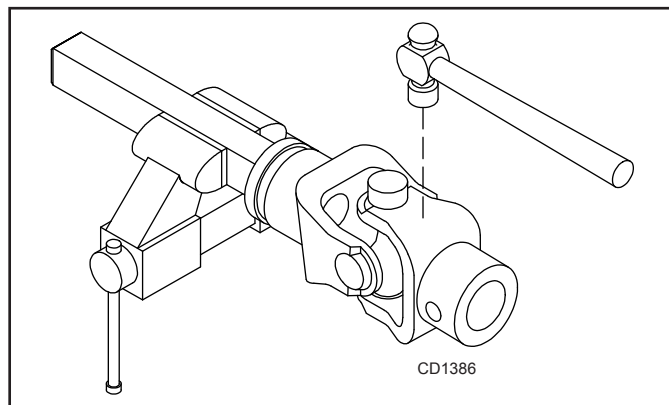

Figura 18.
2. Com os anéis removidos, fixe no torno, segure o garfo com a mão e bata no garfo para remover as tampas do garfo. Veja figura 18